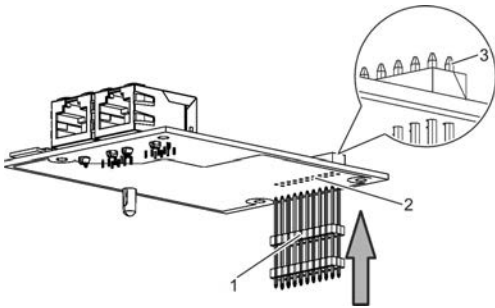

Fig. 8: Fixation de la broche de connecteur
3. ▶ Prenez la broche de connecteur (1) et poussez-la, avec les extrémités plus longues, depuis le dessous, dans le module d'extension EM-IP (Voir la Fig. 8/2).
Poussez la broche de connecteur suffisamment loin de sorte que les broches dépassent légèrement sur le côté supérieur (Voir la Fig. 8/3).